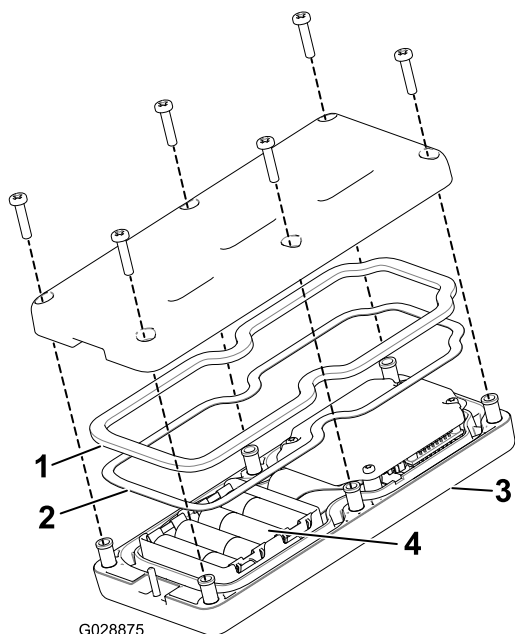

图46
3. 从遥控器后面卸下 6 个螺钉然后取下后盖 图46。
- 将四节新电池逐一放入电池端子仓位注意按照正确的电池极性放置。如果放置不正确遥控器不会发生损坏但遥控器无法操作。电池端子仓位分别带有正负极标志 图46。
- 如果您意外拆掉了橡胶密封件和钢垫片请小心将它们放回手持遥控器的槽内 图46。
- 放回后盖并用先前卸下的6个螺丝固定 图46上紧螺丝扭矩至 1.51.7N m。